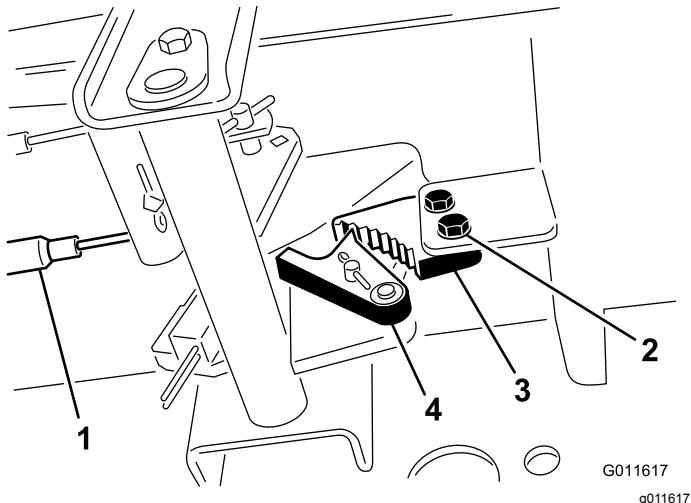

Figura 84
1. Afloje los 2 tornillos que fijan el trinquete del freno de estacionamiento al bastidor (Figura 84).
2. Pise el pedal del freno de estacionamiento hacia adelante hasta que la uña se enganche a fondo en el trinquete del freno (Figura 84).